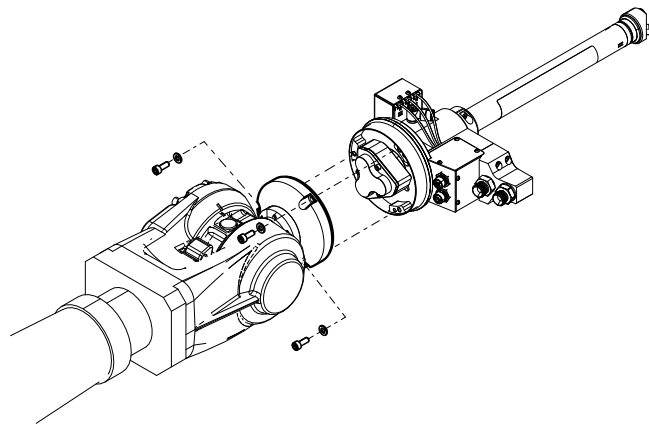

FIG. 8
- Ta bort skruvarna som fäster ledande huset (619) på antirotationsfästet.
- Skruva loss de tre skruvarna som fäster Switch 3D-pistolen på robotens monteringsfläns. Se FIG. 8.